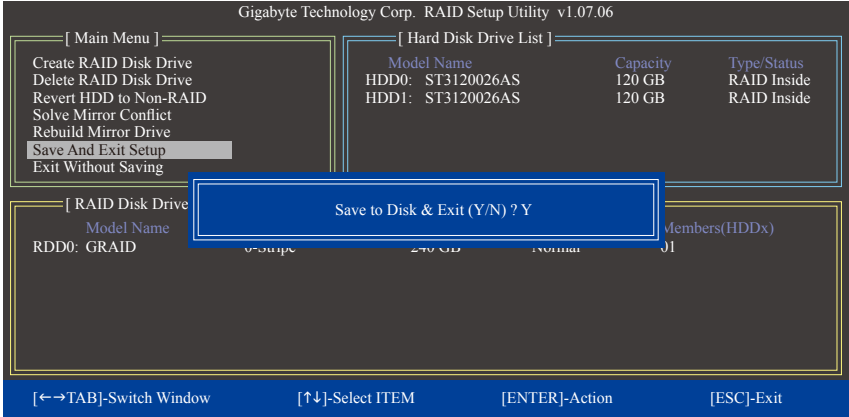

图10
7. 储存设置并离开(Save And Exit Setup): 设置好磁盘阵列要离开RAID设置程序前, 请务必在主画面选择「Save And Exit Setup」。确定离开请按<Y>, 取消请按<N> (图10)。